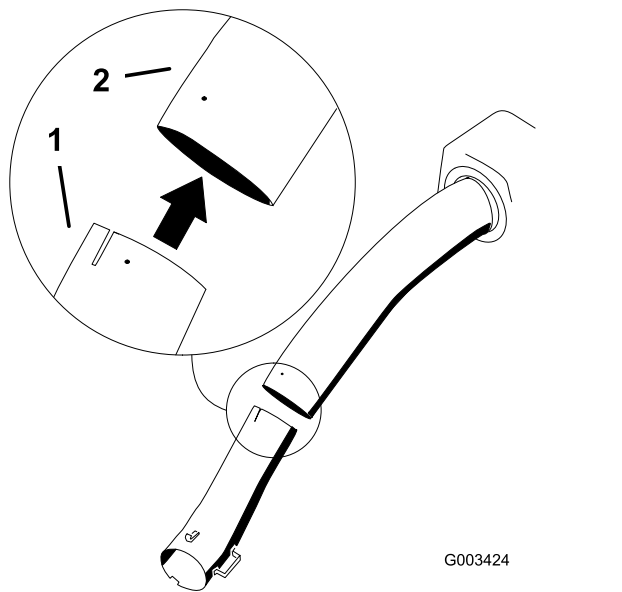

Figure 42
5. Insérez le tube inférieur dans le tube supérieur (Figure 42).